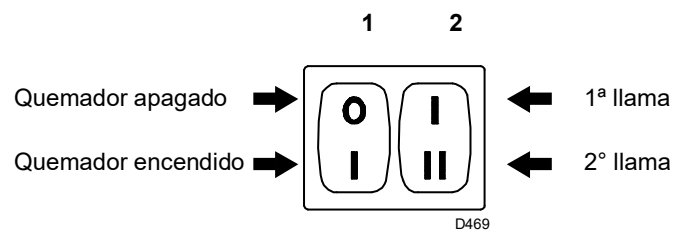
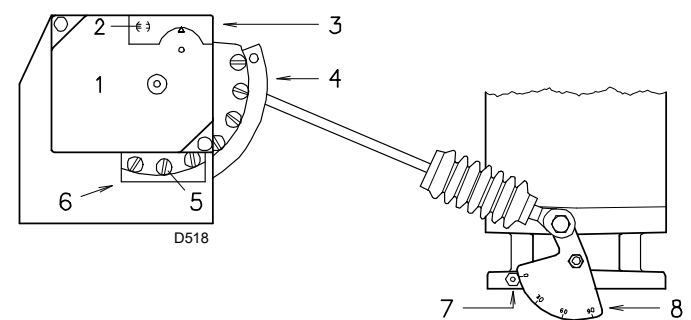

Fig. 22
Fig. 23
- el interruptor 1)(Fig. 22) en posición "**QUEMADOR ENCENDIDO**";
- el interruptor 2)(Fig. 22) en posición "**1ª LLAMA**".
En la descripción anterior, hemos dejado el quemador encendido, funcionando en 1ª llama. Colocar el interruptor en 2)(Fig. 22 en pág. 23) en posición 2ª llama: el servomotor abrirá el registro del aire y simultáneamente abrirá también la válvula de mariposa del gas a 90°.
Variar en progresión el perfil final de la leva 3)(Fig. 23) utilizando los tornillos 5).
Colocar el interruptor 2)(Fig. 22 en pág. 23) en posición 1ª llama: el servomotor 1)(Fig. 23) cerrará el registro del aire y simultáneamente cerrará también la válvula de mariposa del gas hasta 15°, es decir, hasta la regulación efectuada en fábrica.
- Si se desea aumentarlo, pasar a la 2ª llama accionando el interruptor 2)(Fig. 22 en pág. 23) y aumentar un poco el ángulo de la palanca anaranjada mediante pequeños desplazamientos sucesivos, es decir, pasando del ángulo 15° a 17° - 19°.... Luego volver a la 1ª llama y medir el caudal de gas.
Variar en progresión el perfil inicial de la leva 3)(Fig. 23) utilizando los tornillos 4). Si es posible, no girar el primer tornillo: dado que es el que se utiliza para cerrar el registro del aire completamente.
Apagar el quemador mediante el interruptor 1)(Fig. 22 en pág. 23), e intervenir en los tornillos intermedios de la leva para que la inclinación de la dicha leva sea progresiva.